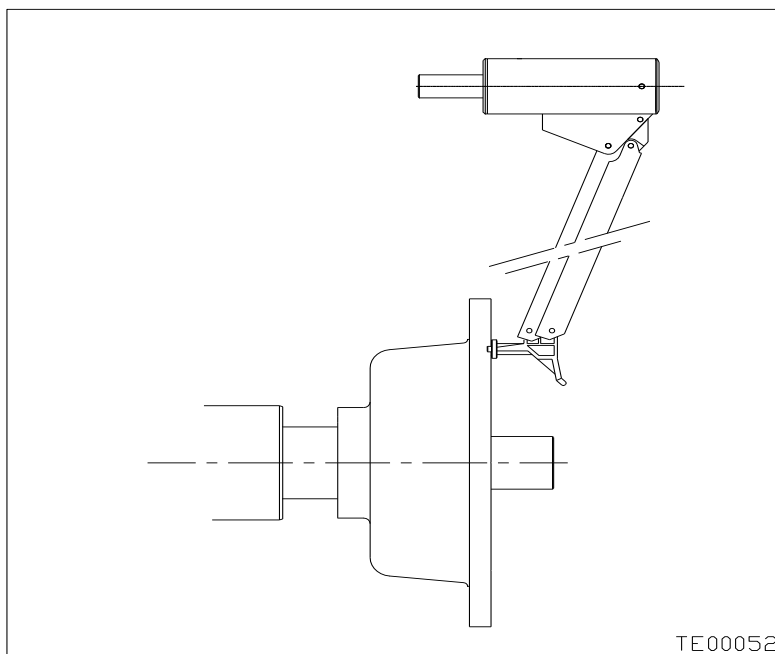

図 22-4 幅ポテンショメーター:フランジでの調節
2. 幅センサを取り出して、図 22-4 で示される様にフランジにそれを当ててください。